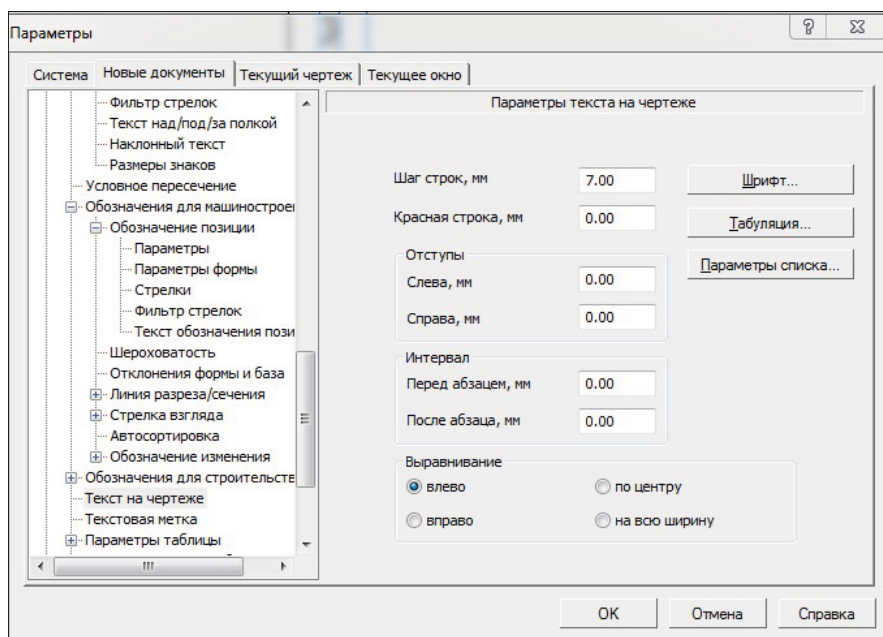

Рис. 17.30. Диалоговое окно Параметры с открытой панелью Параметры текста на чертеже
- ◆ выделите пункт **Текст на чертеже** — в правой части появится панель **Параметры текста на чертеже**, которая позволяет настроить параметры текста на чертеже (рис. 17.30). Основная часть их будет использоваться по умолчанию.